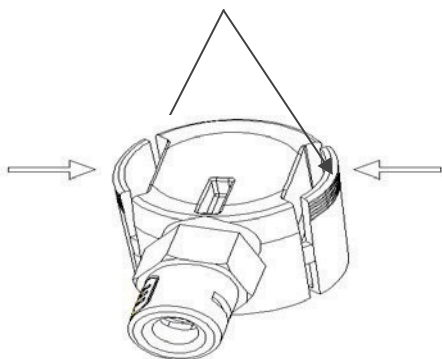

Figuur 7
1. Verwijder de adapter van het onder druk staand biervat. (Figuur 7) Recycle de adapter volgens de plaatselijke milieuvorschriften.